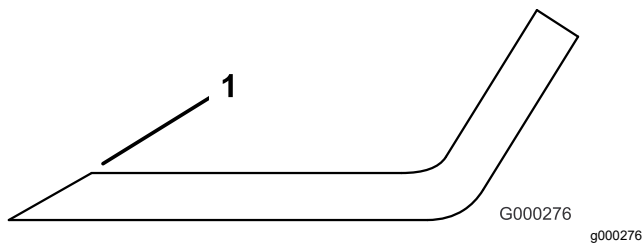

**Figura 130**
2. Verificate accuratamente i taglienti, con particolare attenzione ai punti d'incontro delle sezioni piatta e curva della lama (Figura 130).
**Nota:** Sabbia e materiali abrasivi possono consumare il metallo che connette le sezioni piatta e curva della lama, per cui si consiglia di controllare la lama prima di usare il tosaerba. Se riscontrate segni di usura (Figura 130), sostituite la lama.